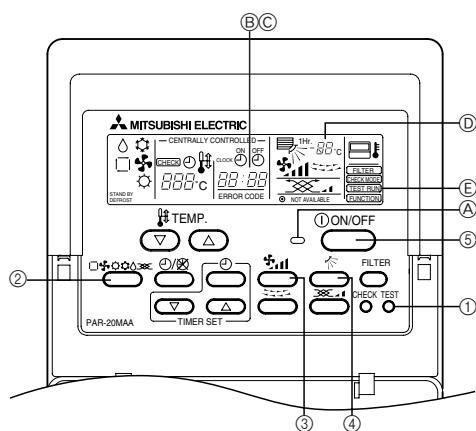

Fig. 6-1
6. Test run (Fig. 6-1)
| 3. Tubo de refrigerante y tubo de drenaje | 12 | 6. Prueba de funcionamiento (Fig. 6-1) | 17 |